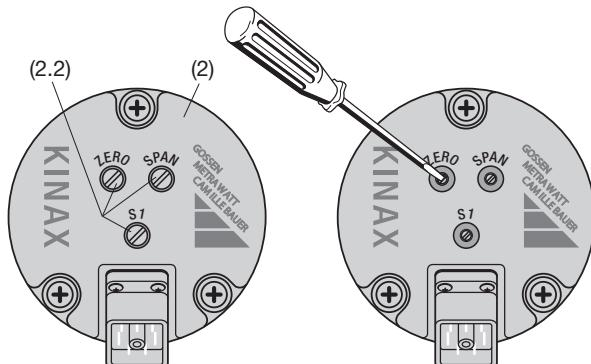
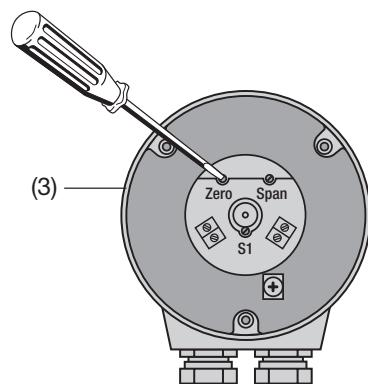

Bild 12. Rückenteil (2) mit den Einstell-Elementen «ZERO», «SPAN» und «S1».
Bild 13. Rückenteil (3) mit den Einstell-Elementen «ZERO», «SPAN» und «S1».
- ... mit **Steckverbinder** die ZERO/SPAN-Dichtungsschrauben (2.2) herausschrauben (Bild 12, links).
Danach Potentiometer «ZERO» (Bild 12, rechts oder Bild 13) mit einem Uhrmacher-Schraubenzieher ($\varnothing 2,3$ mm) so drehen, dass genau der gewünschte Ausgangsstrom fließt.
Winkeltransmitter mit Messbereichen $> 150 \angle$ ° haben für die Drehrichtungsumkehr einen Schalter, der mit S1 bezeichnet ist (Bild 12 und Bild 13).
- ... mit **Steckverbinder** die S1-Dichtungsschraube (2.2) herausschrauben (Bild 12, links).